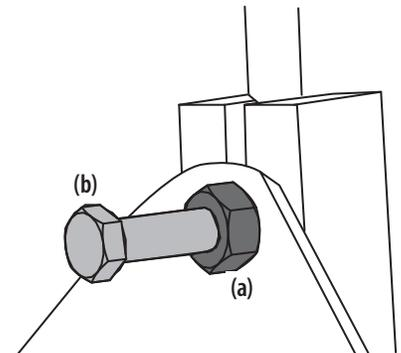

Figure 5-16
1. Trouvez le boulon de réglage du frein de stationnement placé près du moteur. Voir Figure 5-16.
2. Desserrez l'écrou autobloquant (a) et serrez le boulon (b) pour ajuster le frein de stationnement. Tournez le boulon jusqu'à ce qu'il touche le levier, puis serrez-le d'un quart de tour. Voir Figure 5-16.